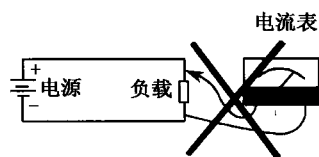

图 2-4 电流表的错误接法
(4) 因为电流表的特点是内阻非常小,所以在使用电流表时,绝对不允许把电流表并接在负载或电源上,如图2-4所示,否则电路中的电压因电流表内阻小,形成短路,极易将电流表损坏。电流表的量程范围一定要超过电路的实际电流的数值。如发现表针猛打到头,要立即断开电源检查原因,以防损坏表头。